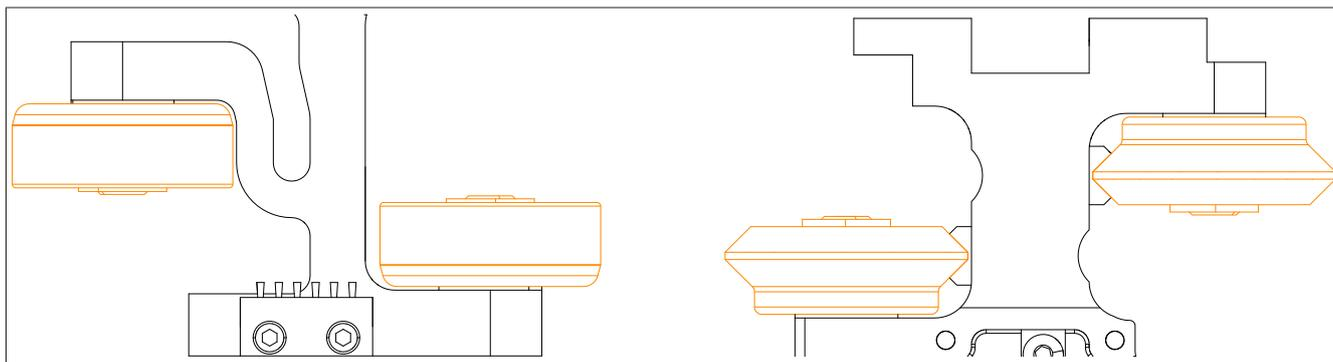

Abbildung 95: Anordnung Flachräder und V-Räder
4. Innensechskantschraube M4x16 (a) mit der Sicherungsscheibe (b) durch das Lager des V-Rads (d) oder Flachrads stecken (Orientierung der Räder siehe Abb. 95 "Anordnung Flachräder und V-Räder" auf Seite 214). Der Konus der Sicherungsscheibe (b) muss in Richtung Schraubenkopf zeigen.